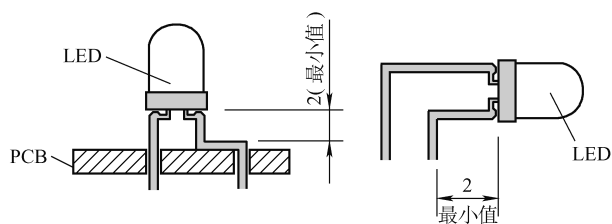

图 2-9 折脚、弯脚时不要离胶体太近
1) 折脚、弯脚时不要离胶体太近, 一般应与胶体保持 2mm 以上的距离, 如图 2-9 所示。